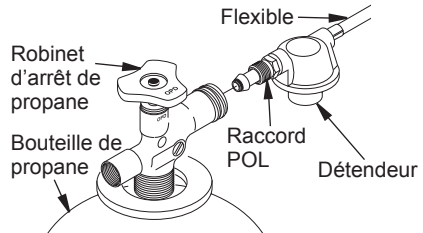

Figure 2 - Branchement de l'appareil de chauffage à une bouteille de propane
1. Resserrez à la clé l'écrou du raccord d'admission du gaz sur la soupape du réservoir de propane (voir Figure 2). Tournez l'écrou du raccord d'admission du gaz dans le sens contraire des aiguilles d'une montre pour le serrer. Les filetages tournent à gauche.